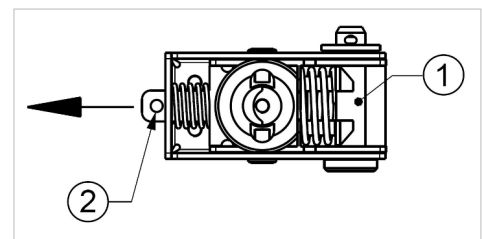

Abbildung 6: Aufnahmebolzen und Handentriegelung
- Manuelle Entriegelung: Durch direktes Ziehen an der Lasche (Abbildung 6 ②). Dafür kann ein Entriegelungsseil in die Öse der Lasche eingehängt werden.
- Verriegelung inklusive Aufnahmebolzen (Abbildung 6 ①), Scheibe und Splint